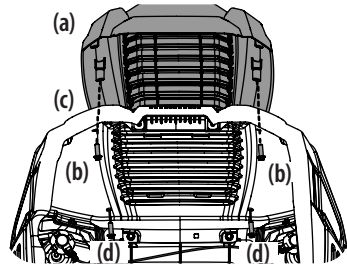

Figure 9
2. Pour fixer le couvercle (a), placez les boulons par le dessous, serrez à la main les boulons (b) sur la partie arrière du capot avant de bien les serrer. Voir Figure 9.
3. Puis, alignez les trous du couvercle (a) avec ceux du capot (c) et vissez les deux boulons (d). Voir Figure 9.
5. Fixez le déflecteur d'éjection avec l'écrou autobloquant à bride et le boulon hexagonal retirés à l'étape 2. Serrez à un couple de 11,5 à 14 N m (102-124 po-lb). Voir Figure 9. Passez à la sous-section Réglage des roues de jauge du plateau.